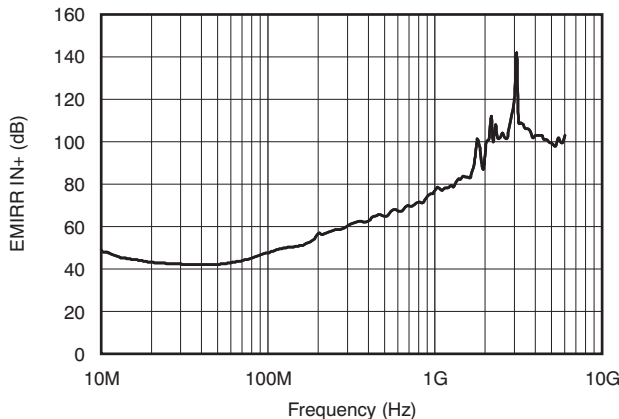

图 39. EMIRR 测试
OPAx188-Q1 系列使用集成电磁干扰 (EMI) 滤波来降低干扰源（如无线通信设备以及混合使用模拟信号链和数字组件的高密度电路板）产生的 EMI 干扰。通过电路设计技术可以提高 EMI 抗扰度；OPAx188-Q1 系列可从这些设计改进中受益。德州仪器 (TI)™ 已经开发出在 10MHz 至 6GHz 的宽频谱范围内精确测量和量化运算放大器抗扰度的功能。图 39 显示了对 OPAx188-Q1 执行此测试的结果。表 4 列出了在实际应用中经常遇到的特定频率下 OPAx188-Q1 器件的 EMIRR IN+ 值。在表 4 中列出的应用可在下图给出的特定频率或其近似频率下运行。有关详细信息也可参见《运算放大器的 EMI 抑制比》一文，该文档可从 [www.ti.com](http://www.ti.com) 下载。